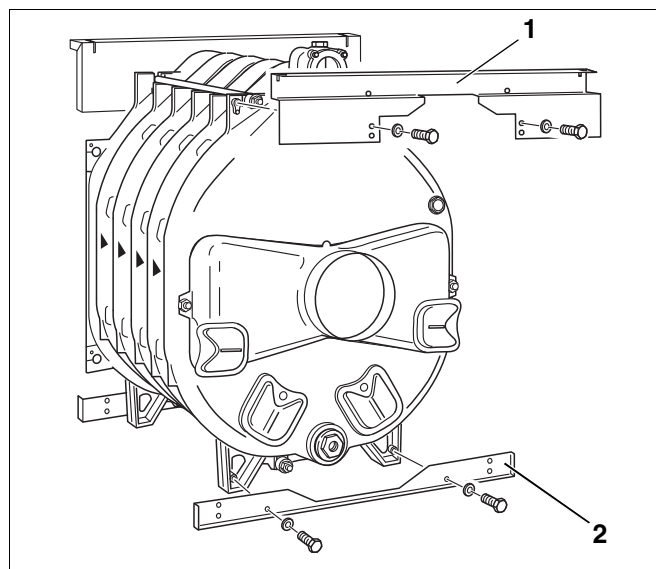

Рис. 31 Установка задних траверс
- Установить поперечную траверсу сверху сзади (рис. 31, **поз. 1**) на литых выступках и закрепить болтами (М 8 x 15) к задней секции. Отбортовка верхней поперечной траверсы должна быть направлена **вперед**.
- Прикрутить нижнюю поперечную траверсу (рис. 31, **поз. 2**) двумя болтами (М 8 x 15) к ножкам задней секции. Отбортовка нижней поперечной траверсы должна быть направлена назад.